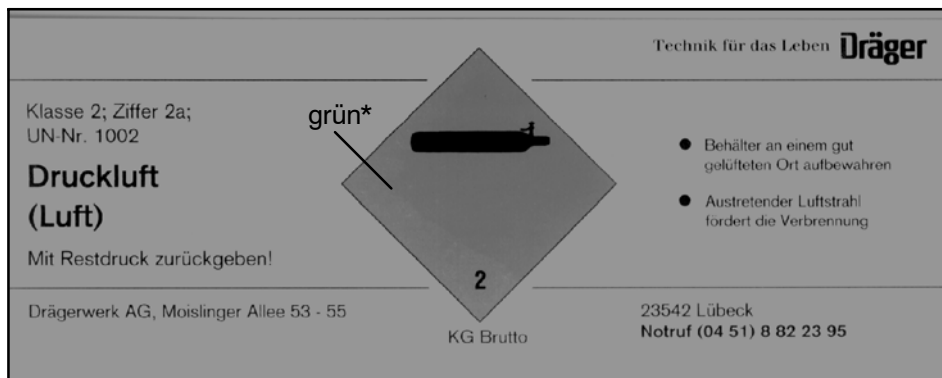

Abb. 33 Gefahrenzettel Nr.2
- In jedem Fall müssen Preßluftflaschen gemäß Rn. 2224 Abs.1 mit einem Gefahrenzettel Nr.2 (Gasflasche schwarz oder weiß auf grünen\* Grund, kleine Ziffer "2" in der unteren Ecke) gekennzeichnet sein, siehe Abb. 33